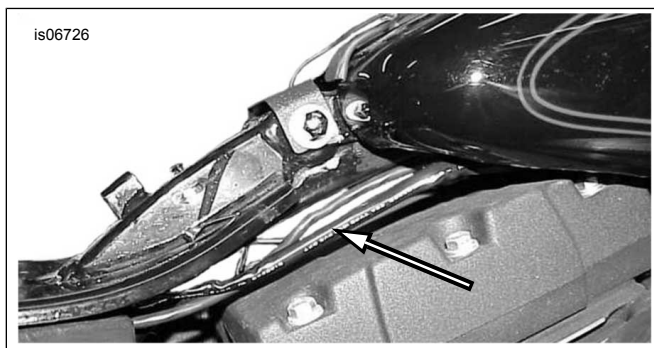

Figura 24. Disposizione dei fili del trasmettitore verso il faro anteriore (Dyna)
- Vedere Figura 24. Usare le fascette fermacavi prese dal kit per fissare i restanti fili del trasmettitore (giallo e bianco) e il tubo di protezione sui fili della motocicletta che portano al faro anteriore. Sollevare quanto basta il serbatoio del combustibile per far passare i fili sotto al serbatoio e verso il faro anteriore.